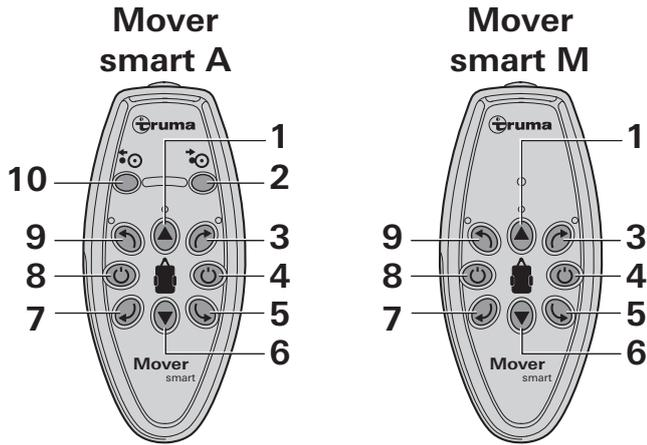
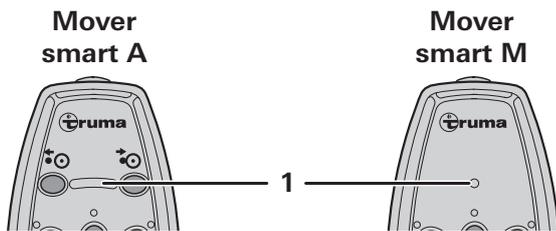

Bild 2
Bild 6
- Taste (Bild 2 - 8) auf der Fernbedienung drücken bis die LEDs aufleuchten (Bild 6 - 1).
**!** Die „Aus-schalten“ Taste (Bild 2 - 4) der Fernbedienung dient auch als „Not-Aus-Schalter“. Bei Auffälligkeiten, z. B. unkontrolliertes Verhalten des Movers muss die „Aus-schalten“ Taste sofort gedrückt werden.
- Mit den Richtungstasten (Bild 2 - 3/5/6/7/9) den Wohnwagen in die gewünschte Richtung bewegen.
**i** Werden die gegenüberliegenden Richtungstasten (Bild 2 - 5/9 oder 3/7) gleichzeitig gedrückt, rotiert der Wohnwagen um die eigne Achse in der jeweiligen Richtung.
- Während der Fahrt (Vorwärts/Rückwärts) kann mit den Richtungstasten (Bild 2 - 3/9 und 5/7) die Fahrtrichtung geändert werden.
- Taste (Bild 2 - 4) auf der Fernbedienung drücken. Die LED Beleuchtung erlischt.